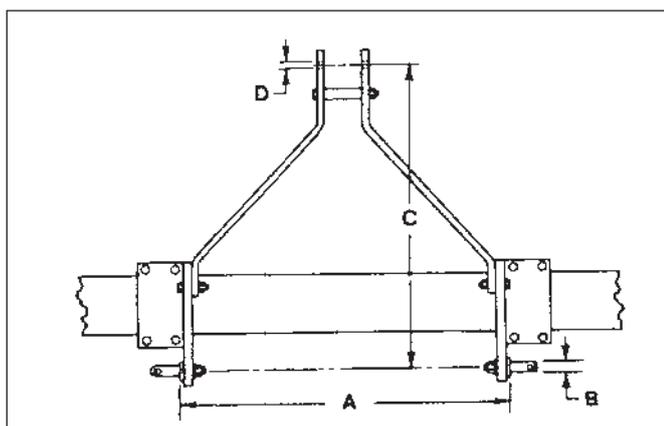

FIG. 5-30
**FIG. 5-30:** Pour accepter différents équipements, l'écartement des tringles arrière, la taille des broches, etc. sont standardisés. Cela permet de changer d'équipement avec un minimum de réglage, pour autant que vous utilisez des équipements de taille ou « catégorie » correspondante.